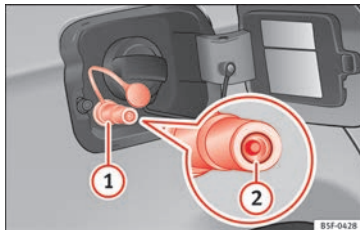

Bild 234 Öppna tanklocket: Påfyllningsstos för gas ①, tankens påfyllningsstos ②
- Ta bort locket från påfyllningsstosen för gas »» bild 234 ①.